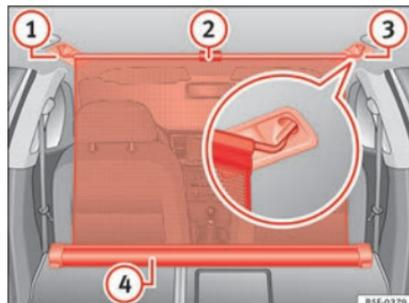

Fig. 127 Nel bagagliaio: rete divisoria fissata con gli schienali del sedile posteriore ribaltati.
- Tirare verso l'alto la linguetta » **fig. 127 ②** per estrarre la rete dalla scatola » **fig. 127 ④**
- Fissare la rete divisoria sul lato destro » **fig. 127 ③** (immagine ingrandita).
- Fissare la rete divisoria nell'alloggiamento sul lato sinistro » **fig. 127 ①** tirando la barra.
La rete divisoria è correttamente montata quando le estremità a forma di T sono agganciate saldamente agli alloggiamenti corrispondenti » **fig. 127 ③** e **①**.
- Avvolgere la rete nella scatola » **fig. 127 ④** abbassandola con la mano.